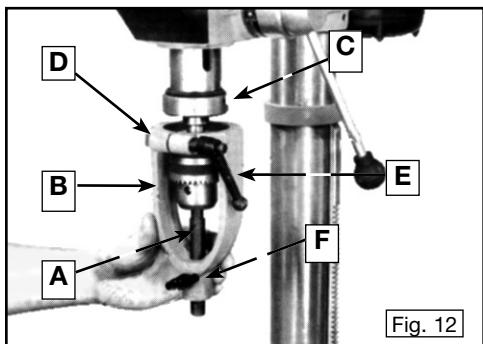

Fig. 12
1. Insérer et verrouiller l'extrémité de plus petit diamètre de la goupille d'alignement (A, fig. 12) dans la broche.
2. Glisser le porte-bédane (B, fig. 12) au-dessus de la goupille d'alignement et le collet d'arrêt (C) de la presse à colonne.
3. Serrer la vis de serrage (F, fig. 12) de la goupille d'alignement d'abord puis, serrer le levier de blocage (E).